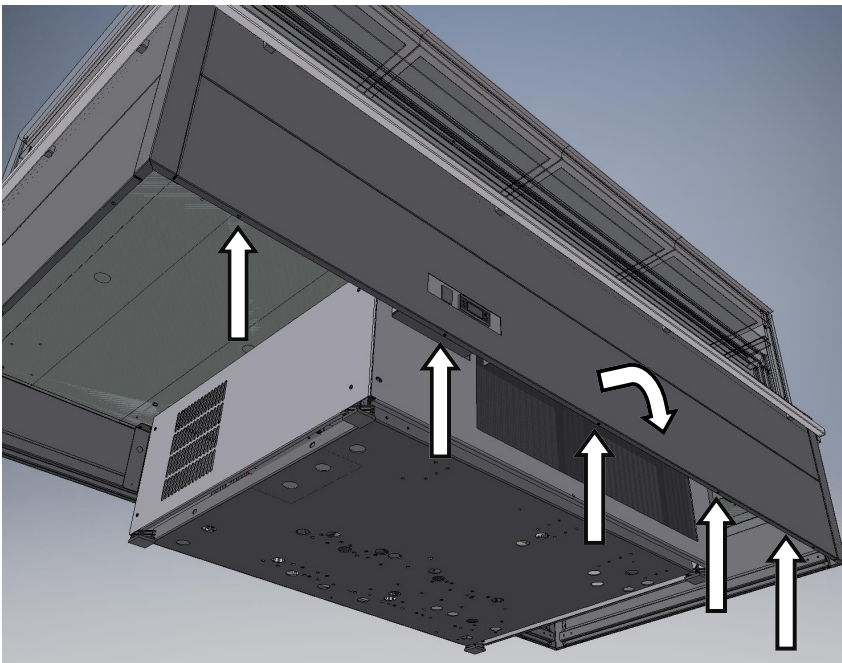

Fig. 1
- Man gelangt an den Kondensator, indem man die Schrauben und die Abdeckung entfernt **Abb. 1**;